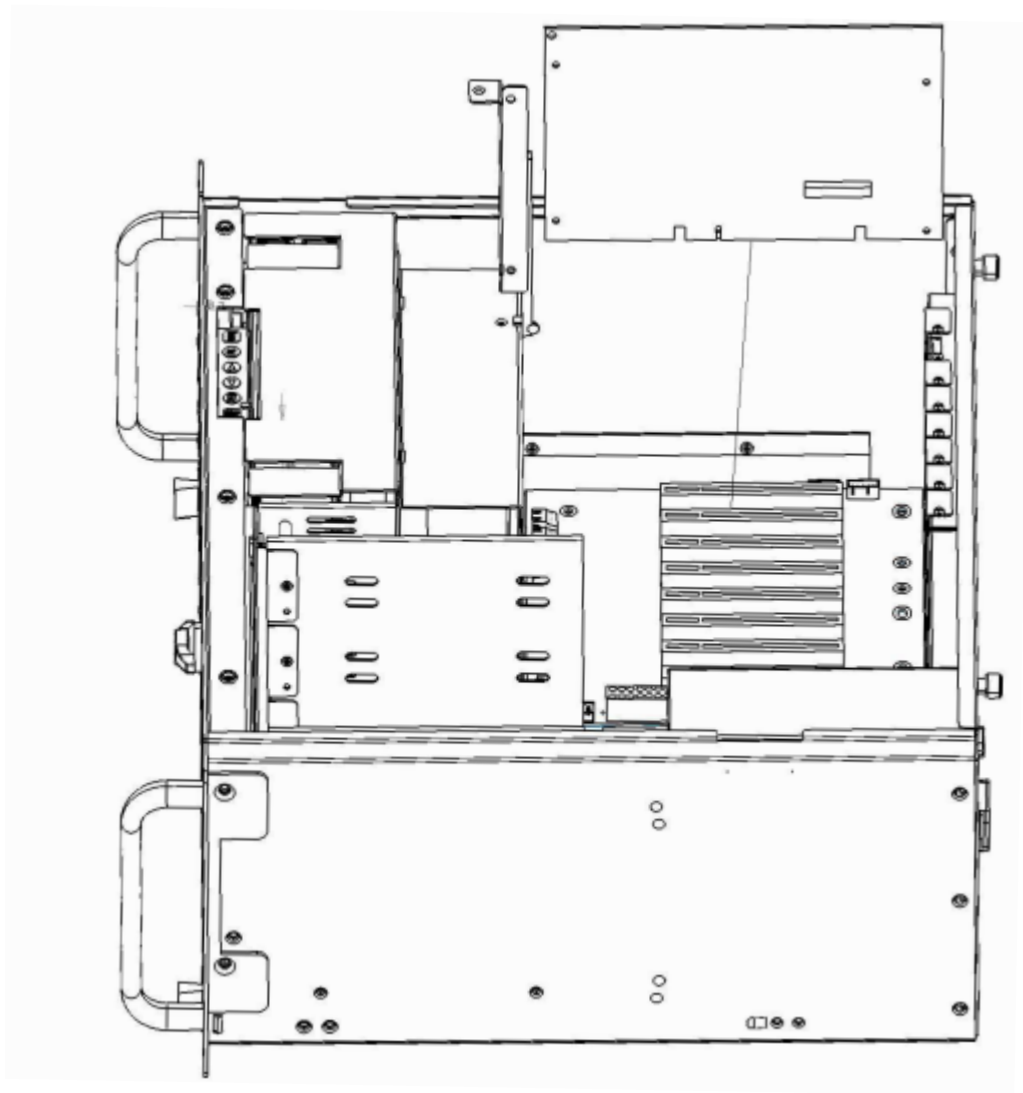

图 2.5: 安装 CPU
6. 将已锁付好的 CPU 插入到 B/P 上 CPU 插槽中, 并用螺丝进行锁付固定, 如图 2.5 所示。